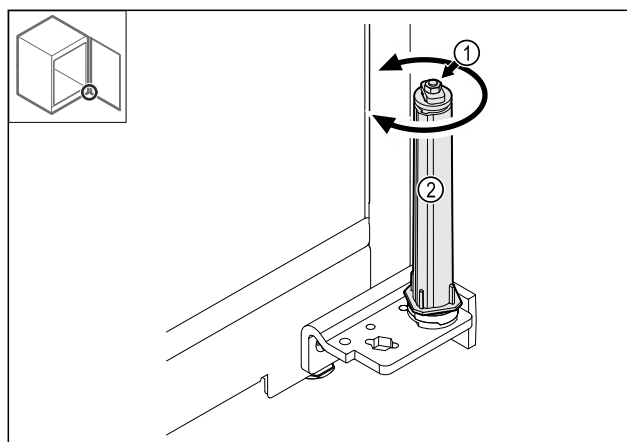

Fig. 40
- Nerozoberajte skrutkový spoj Fig. 40 (1) systému zatvárania.
- Otáčajte systém zatvárania Fig. 40 (2), kým nezacvakne.